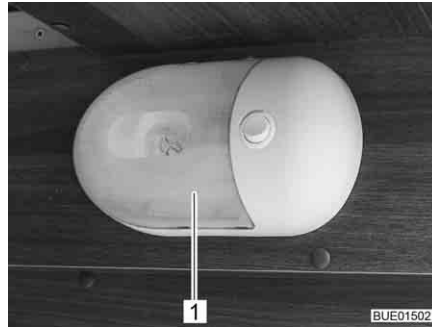

Fig. 302 Lampada del garage
- Comprimere leggermente sui due lati la copertura trasparente (Fig. 302,1), staccarla appena dall'interruttore e tirarla in avanti.